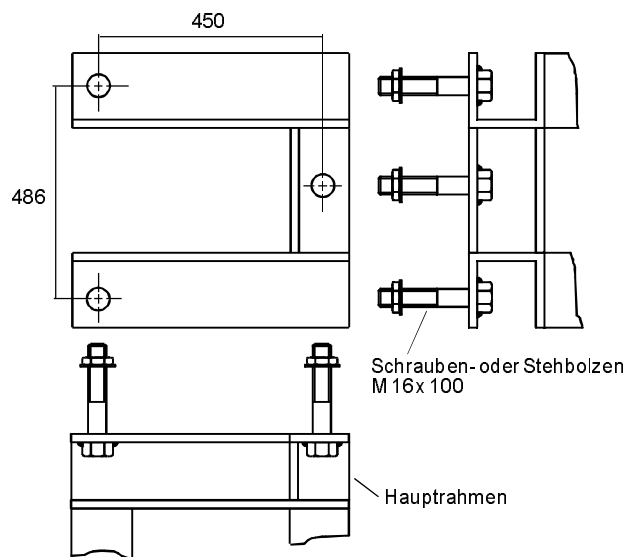

Abbildung 13 Bauseitiger Auflagerahmen
1. Die drei Bohrungen 17 mm sind in den bauseitigen Auflagerahmen einzubringen (vgl. Abbildung 13, 13 auf Seite 21, 21).